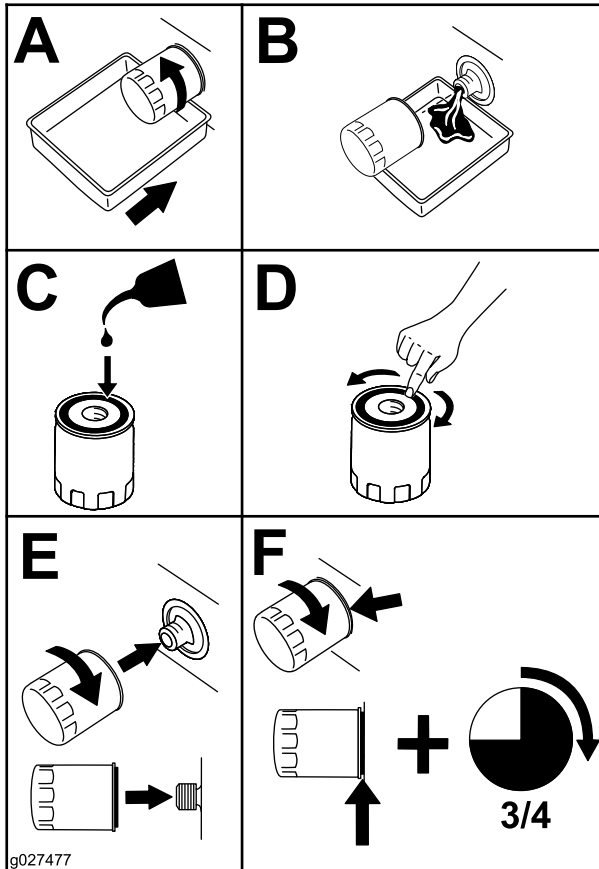

Bild 41
5. Wechseln Sie den Motorölfilter (Bild 41).